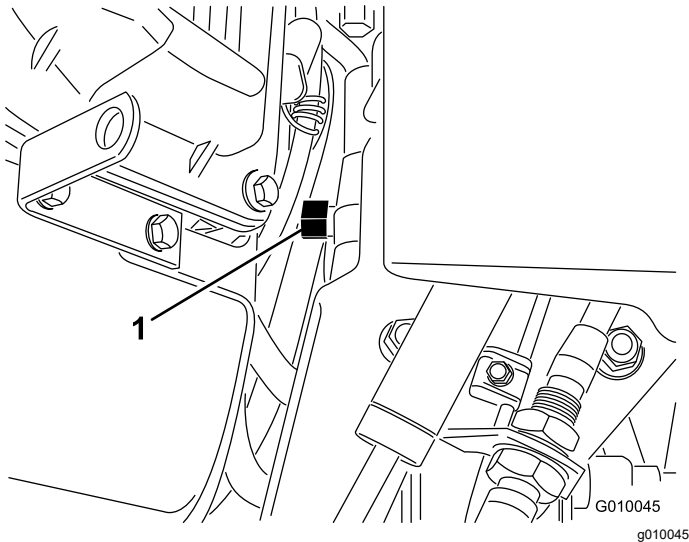

Figure 29
2. Localisez la vanne de dérivation entre le moteur et la pompe hydrostatique (Figure 29).
de contourner la pompe et aux roues de tourner (Figure 29).
5. Pour remettre la machine en service, tournez la vanne de dérivation d'un tour dans le sens horaire (Figure 29).